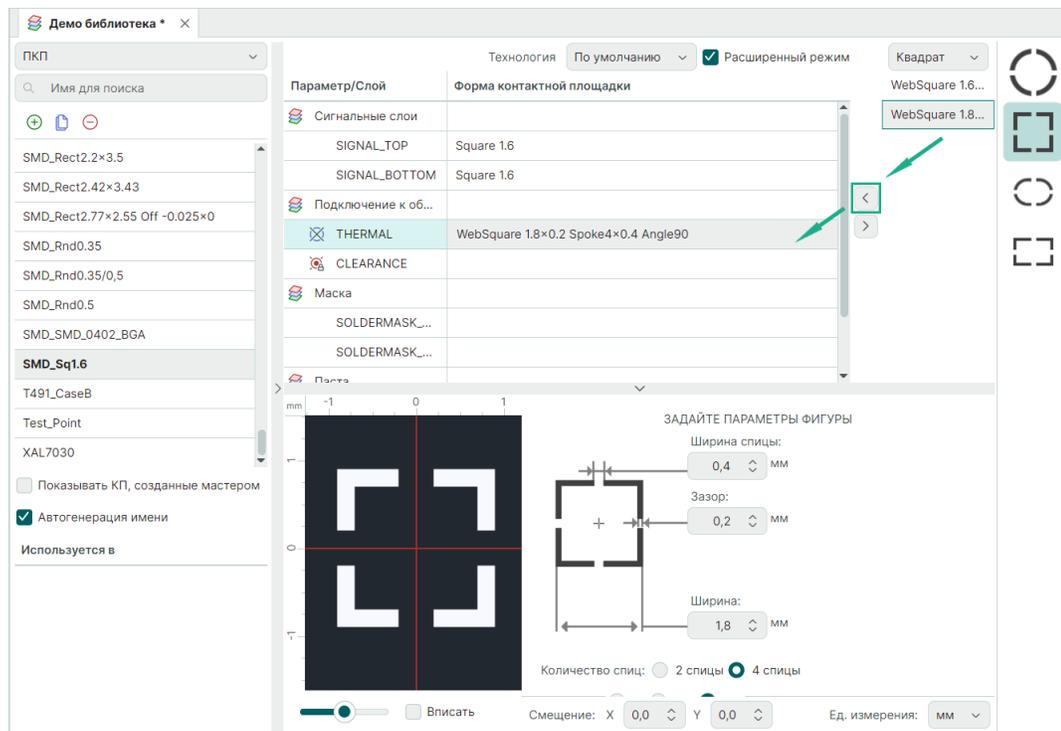

Рис. 66 Добавление формы термобарьера на слой контактной площадки
4. Добавьте сформированную форму термобарьера в параметр «THERMAL», нажав , см. Рис. 66.